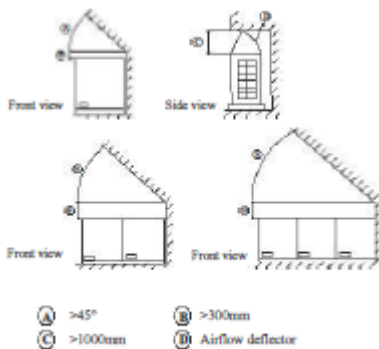

Fig.4-17
- En cas d'obstacles au-dessus de l'unité extérieure, voir la Fig. 4-17.